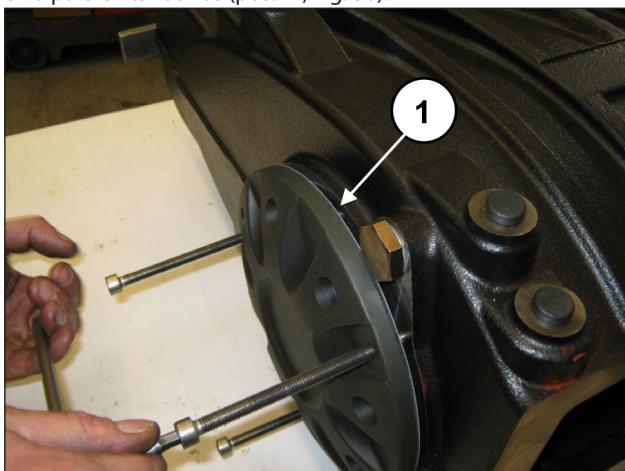

Fig. 29
Solte os três parafusos M8 gradualmente (pos. ①, Fig. 29) para evitar que a cobertura possa se inclinar demais e bloquear o local.